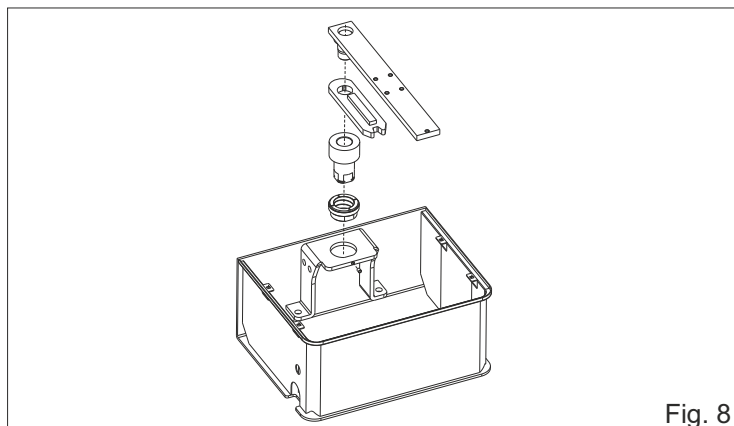

Fig. 8
**2.4.** Introducir el eje de la cancela en la caja y fijarla con el tornillo especial (Fig. 8).
**2.5.** Insertar los conjuntos (Fig. 8)